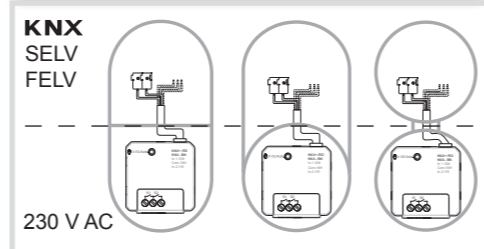

Bild 2: Installation mit getrenntem Anschlussraum
**Bus-/Nebenstellen- und Netzspannungsklemmen nicht in einem gemeinsamen Anschlussraum platzieren. Gerätedose mit fester Trennwand oder separate Dosen verwenden (Bild 2).**